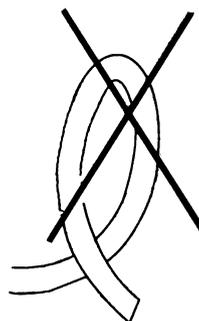

Рис. 14
1. Не допускайте чрезмерного изгиба соединительного шланга во избежание его повреждения (рис. 14).